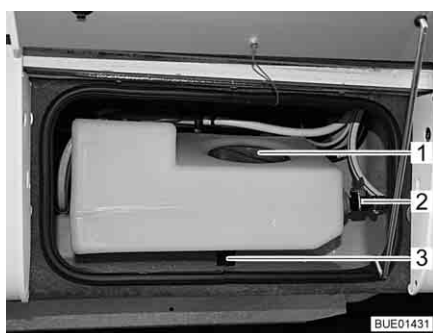
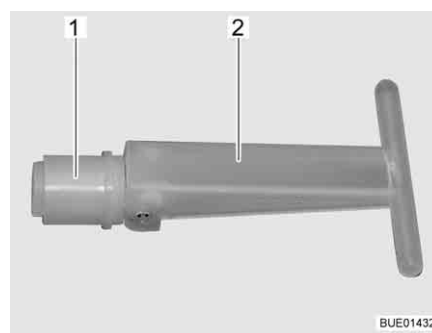

Bild 229 Extra vattentank
Bild 230 Propp
När tömningsventilen (Bild 229,2) är öppen, är extra vattentankens volym begränsad till ca 30 l; överflödigt vatten rinner ut. När tömningsventilen är stängd är hela tankvolymen tillgänglig.
När proppen (Bild 230,1) invändigt i extra vattentanken dras ur, rinner vattnet ut genom utloppet (Bild 229,3). Proppen är åtkomlig via serviceöppningen (Bild 229,1).
- Säkerställ att proppen (Bild 230,1) i extra vattentanken är stängd (handtaget (Bild 230,2) är nedfällt).
- Säkerställ att tömningsventilen (Bild 229,2) är stängd.
- Öppna serviceöppningen (Bild 229,1) i extra vattentanken.
- Ställ handtaget (Bild 230,2) på proppen (Bild 230,1) vertikalt genom serviceöppningen och dra ut proppen.
- Öppna tömningsventilen (Bild 229,2) på extra vattentanken.